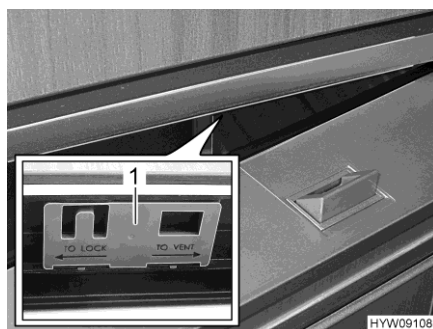

Fig. 95 Puerta del frigorífico (posición de ventilación)
- Desplazar la corredera (Fig. 95,1) hacia la derecha.